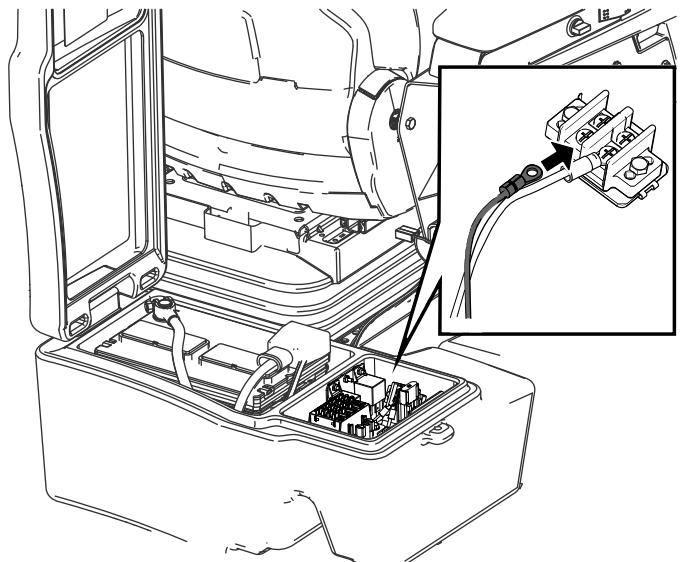

Figura 25
5. Ligue a ligação de olhal ao bloco do terminal terra, como se mostra na Figura 25.